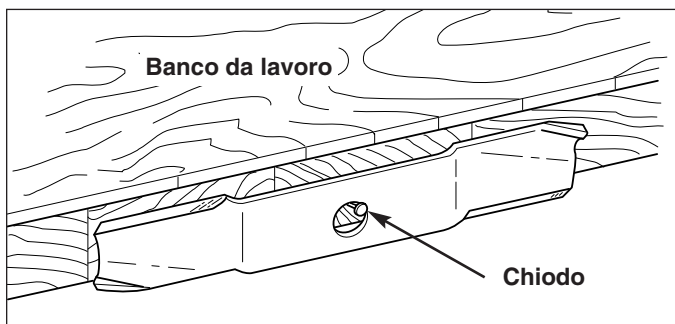

Figura 23. Bilanciamento della lama
5. Equilibrare la lama come indicato nella Figura 23. Centrare il foro della lama su un chiodo lubrificato con una goccia di olio. Una lama equilibrata resta a livello.